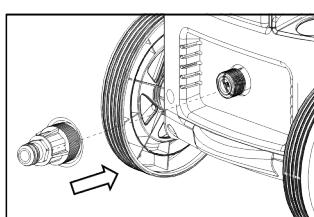

Рис. 6
7. Установите на входной патрубок мойки переходник для всасывающего шланга (рис. 6);